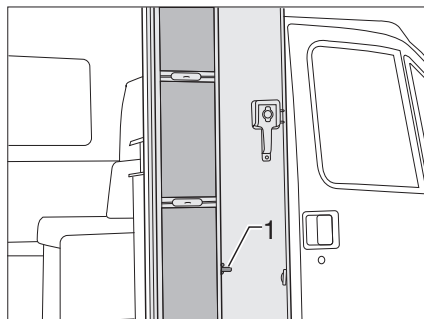
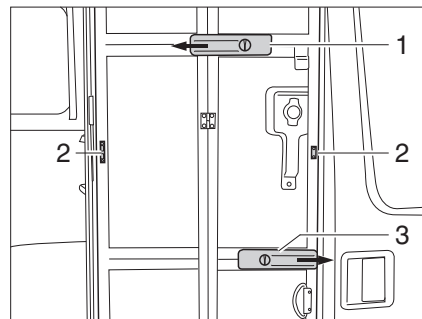

Fig. 41 Porte à moustiquaire, repliée
Fig. 42 Porte à moustiquaire, dépliée
- Selon le modèle, tourner le verrou (Fig. 41,1 ou Fig. 42,3) d'un quart de tour ou le repousser.
- Pousser le rail (Fig. 42,1) dans le sens de la flèche pour le stabiliser.
- Fermer la porte à moustiquaire et complètement pousser le verrou (Fig. 42,3) dans le sens de la flèche.
- Déverrouiller la porte à moustiquaire. Pour ce faire, pousser le verrou (Fig. 42,3) contre le sens de la flèche.
- Pousser le rail (Fig. 42,1) contre le sens de la flèche.
- Rabattre la porte à moustiquaire. Le verrou (Fig. 42,2) s'enclenche.
- Appuyer la porte à moustiquaire contre la porte cellule et, selon le modèle, tourner le verrou (Fig. 41,1 ou Fig. 42,3) d'un quart de tour ou le pousser dans le logement du cadre.